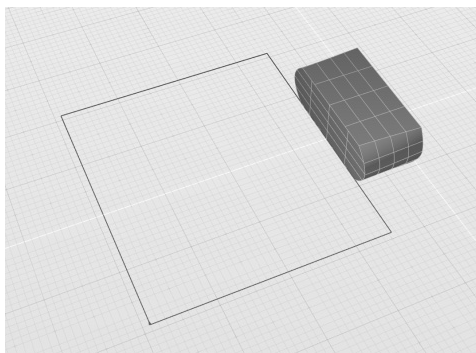

图 4-116 获得默认的修剪结果
2) 激活“修剪”工具，当控制台提示“拾取修剪曲线和需要修剪的曲面”时，依次选择矩形曲线和实体，按〈Enter〉键或空格键确认，获得图 4-116 所示的结果。